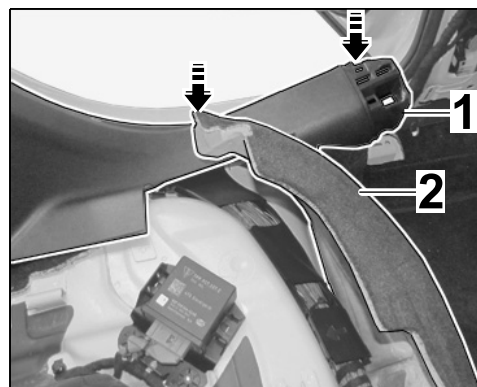

Рисунок 29
- 5.1 Вернуть напольное покрытие перед задним сиденьем на прежнее место (⇒ Рисунок 29).
- 5.2 Подсоединить (внутреннюю) накладку заднего порога слева к кузову в передней области (⇒ Рисунок 29).